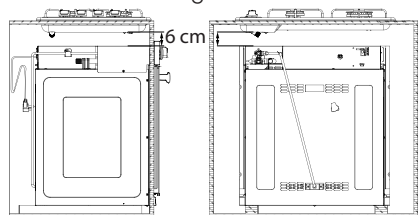

Figura 7
- Si la cubierta va a ser instalada en conjunto con un horno, se debe garantizar una distancia mínima de 6 cm entre la tapa superior del horno y la base de la cubierta. (Ver figura 7).